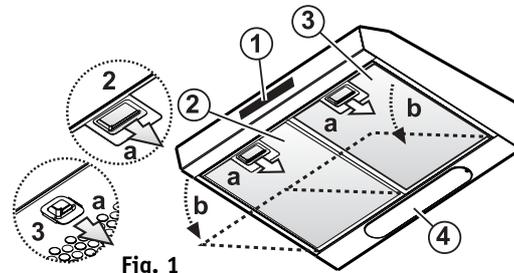

Fig. 1
2. Abra la rejilla de aspiración o extraiga el filtro para grasas integrado (según el modelo). **Fig. 1 (a-b)**.
2. Abra la rejilla de aspiración o extraiga el filtro para grasas integrado (en este último caso, limpie inmediatamente el filtro). **Fig. 1 (a-b)**.